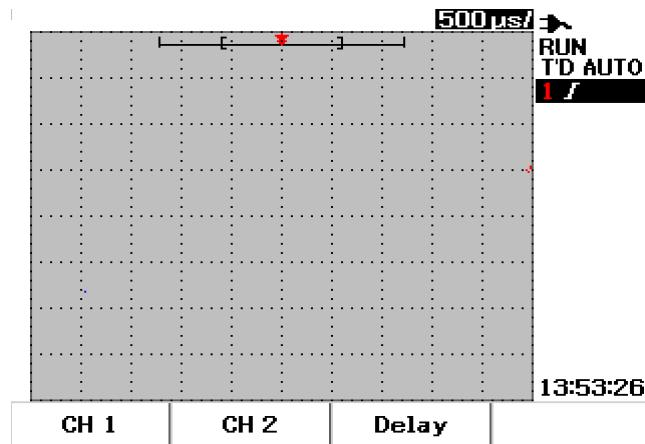

図3-1 両方のチャネルの表示がオフになっているScopeメニュー表示
- 1 フロント・パネルの **Scope** ボタンを押して、Scopeメニューにアクセスします。図3-1のようなオシロスコープ・メニューが表示されます。ここでは両方のチャネルがオフになっています。